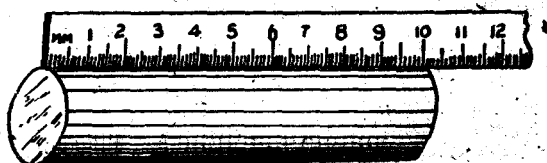

图 3
(2) 测量圆形工件的长度。
测量的方法如图 3。量时应当注意: ①必需使钢尺和工件的轴心